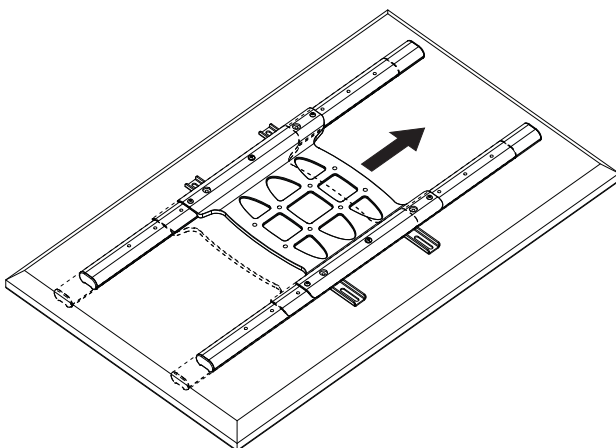
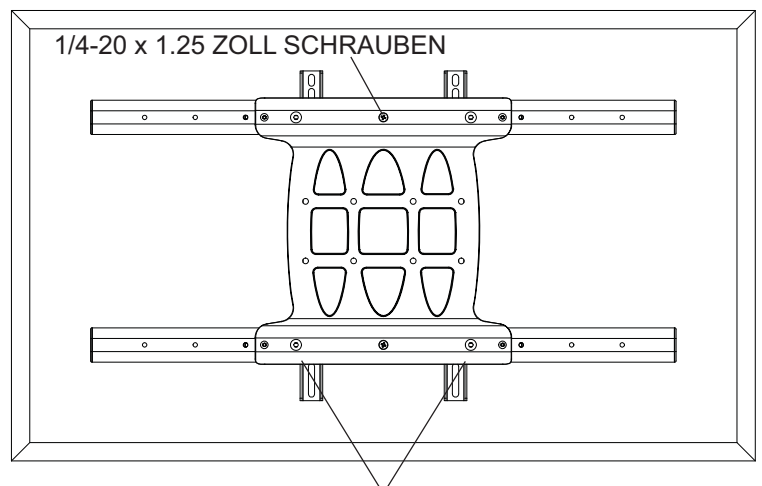

fig. 4.3
fig. 4.4
**4-4** Zentrieren Sie die Bildschirmhalterungen horizontal auf der Bildschirmrückseite wie in Abbildung 4.3 dargestellt. Ziehen Sie die beiden 1/4-20 x 1,25 Zoll Schrauben an. Bringen Sie die vier 1/4-20 x 0,6 Zoll Schrauben wie in Abbildung 4.4 dargestellt mithilfe des 5 mm Inbusschlüssels (I) wieder in der festen Anschlagposition 1 an.